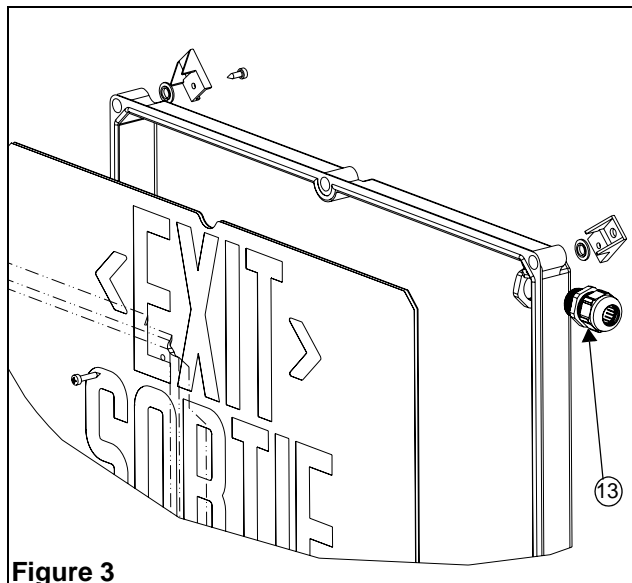

Figure 3
2. Installer les quatre supports de montage au boîtier (voir fig.3). Utiliser les rondelles en plastique entre le cadre et le support et serrer le tout à l'aide de vis 10-32 x 3/8".